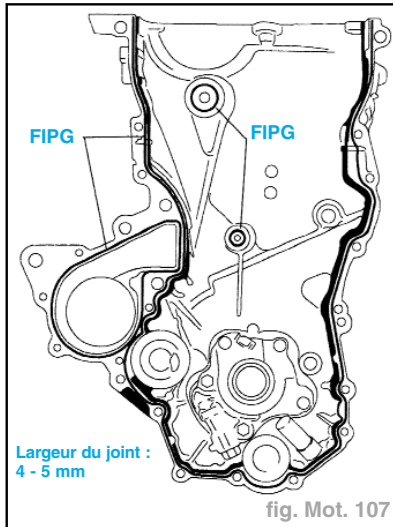

fig. Mot. 107
- accumuler la pâte étanchéifiante dans la rainure adéquate jusqu'à obtenir une épaisseur de 2,5 mm minimum (fig. Mot. 107).